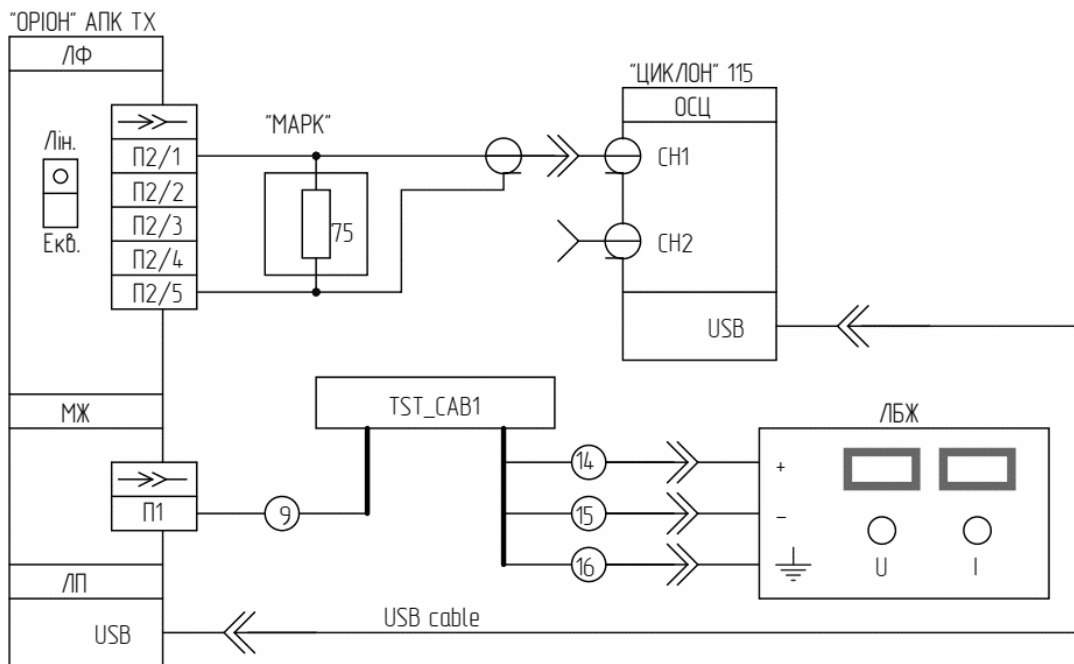

Рисунок 8.16.2 – Схема підключення
- 1) Підключити «ОРИОН» АПК ТХ до ЛБЖ з допомогою тестових кабелів «TST_CAB1» (див. рисунок 8.16.2);